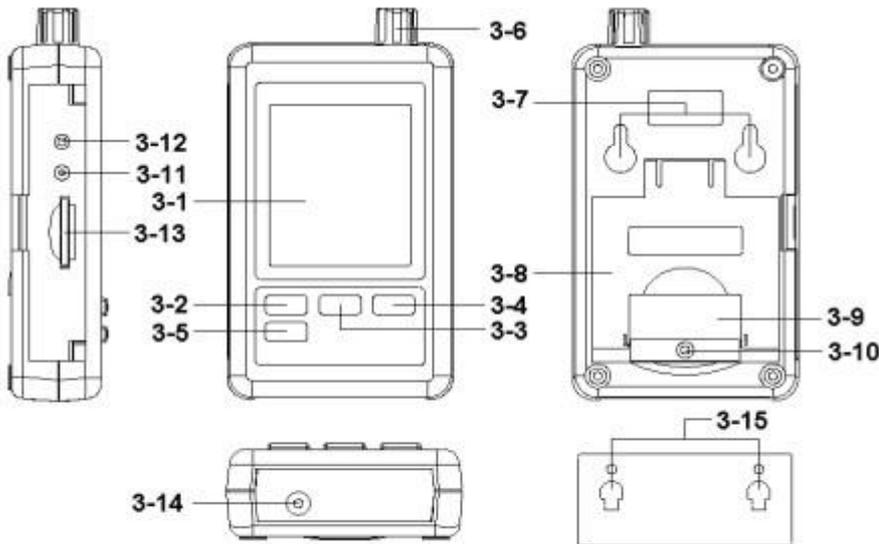

Fig. 1
- Pil kapağı vidasını gevşetin. " (3-10, Fig.1) ve Sayaç "Pil Kapağını" götürmek.
- Pil kapağı pili değiştirdikten sonra güvenli olduğundan emin olun.(3-6, Fig.1).
"SD hafıza kart" hazırlama (1 GB - 16 GB, isteğe bağlı), SD kartın içine " SD kart soket" ekle. (3-13, Fig.1) Doğru yönde olduğuna emin olun.
2 saniyeden fazla sürekli **Logger** düğmesine basınız, Ekran kadar göstergesini göster " VERİ KAYDEDİCİSİ" 'serbest " kaydedici düğmesi " (3-2 Fig. 1)
1)Veri kaydedicisi fonksiyonu yürüttükten sonra, SD kart soketinden dışarı çıkarın (3-13, Fig.1) 2)SD kartı bilgisayarın kart bölümüne tak (Eğer bilgisayarınıza kurmak